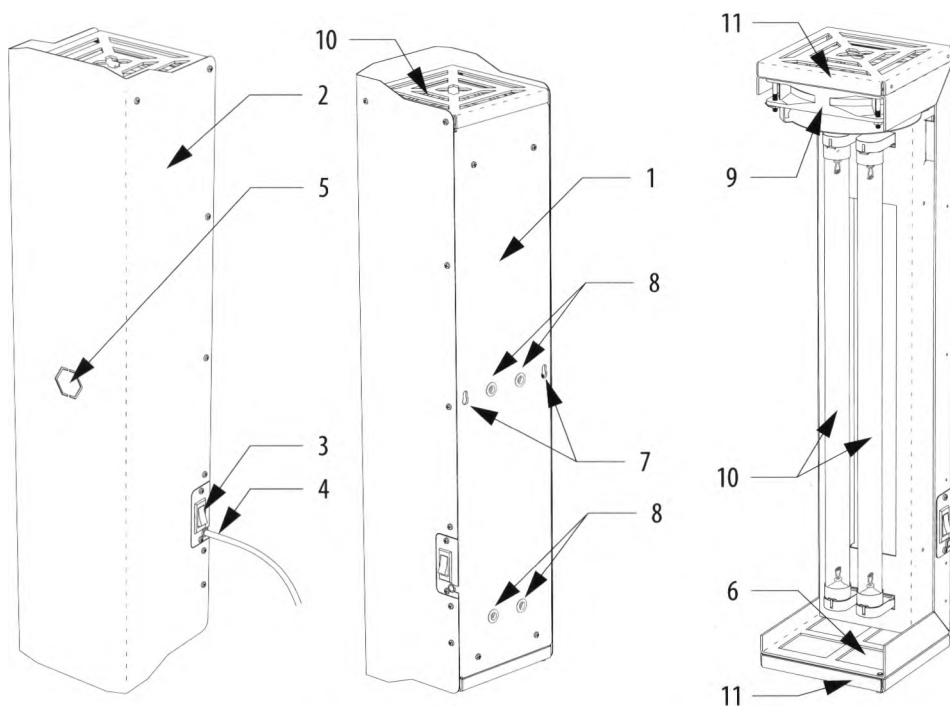

Рисунок 1. Общая конструкция очистителя воздуха ОВУ-03.
- 6.3. Измерьте межцентровое расстояние расстояние между проушинами 7 (см. рис. 1). С помощью уровня и линейки (рулетки) разметьте на стене отверстия для монтажа. Выбирайте крепёж в соответствии с материалом стен: шурупы для деревянных стен или стен из древесных материалов; дюбеля с шурупами для бетонных, кирпичных или газосиликатных стен; специальный крепёж для стен из ГКЛ.